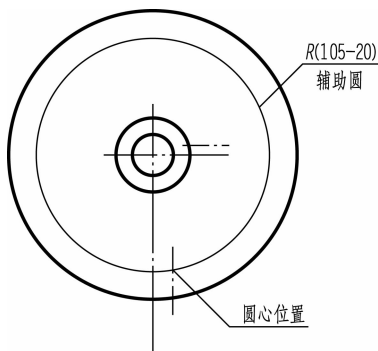
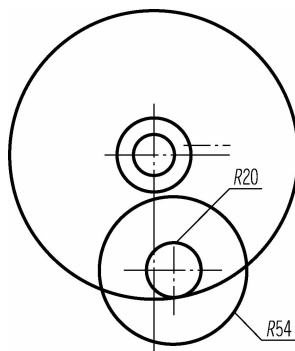

图 1-19 作半径为 $R(105-20)$ 的辅助圆
图 1-20 绘制半径为 $R20$ 和 $R54$ 的同心圆
(3)绘制中间线段。根据圆弧连接的几何关系可知,半径为 $R20$ 的圆弧与 $R105$ 的圆弧相内切。以 $R105$ 圆弧的圆心为辅助圆心,以 $R(105-20)$ 为半径绘制辅助圆,辅助圆与长竖直中心线右方距离为 14 的短竖直中心线交于一点,该点为所求中间线段 $R20$ 圆弧的圆心,如图 1-19 所示。作出 $R20$ 圆弧的水平中心线,删除辅助圆,单击“圆”命令按钮,绘制半径为 $R20$ 和 $R54$ 的同心圆,如图 1-20 所示。